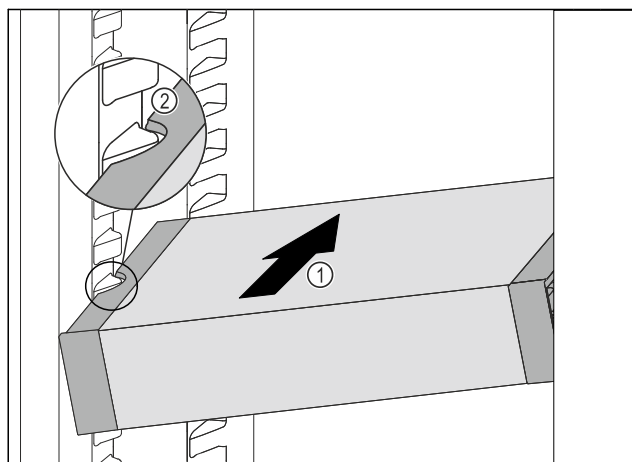

Fig. 179
- Вдвигайте VarioSafe под наклоном в холодильное отделение Fig. 179 (1), пока боковые выемки Fig. 179 (2) VarioSafe не окажутся на высоте выступа резервуара в холодильном отделении.